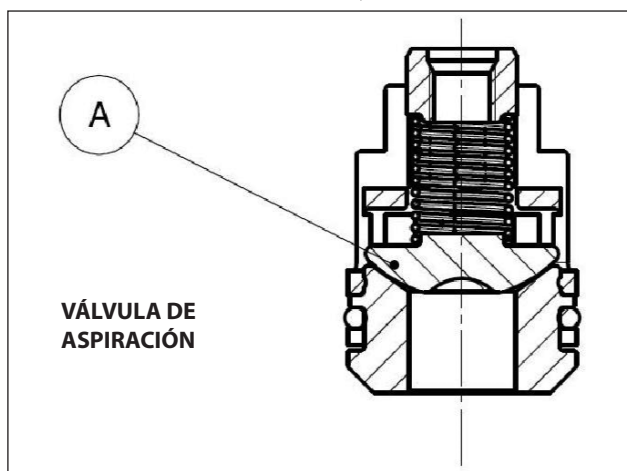
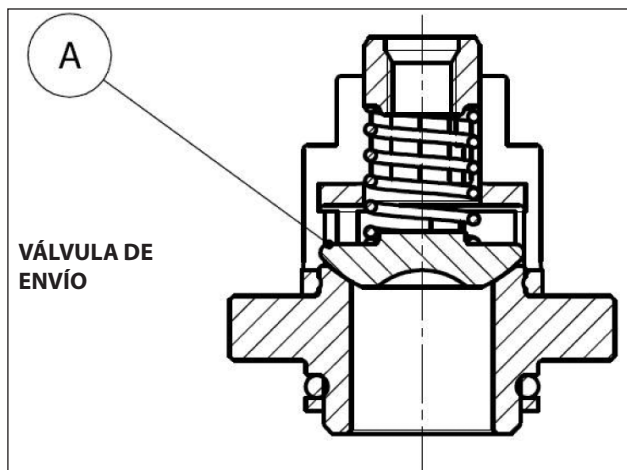

Fig. 26
Fig. 27
2. En las versiones HF18 poner atención para no invertir las válvulas esféricas de aspiración con la de envío "A" (Fig. 26, Fig. 27), pos. dib. desglosado 46, como se indica en el capítulo 16 del *Manual de uso y mantenimiento*.